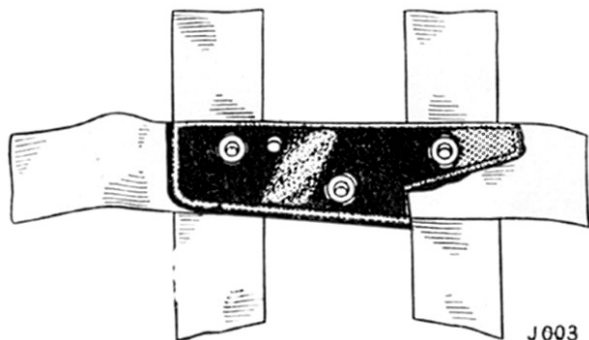

Fig. 40. Position de la bande adhésive sur les joints en caoutchouc
- 4 Assembler le caoutchouc à la base de chaque montant. Pour simplifier cette opération, placer le caoutchouc sur un ruban adhésif noir, qui est ensuite utilisé pour tenir le caoutchouc en position sur le montant, (Figs. 40 et 42).